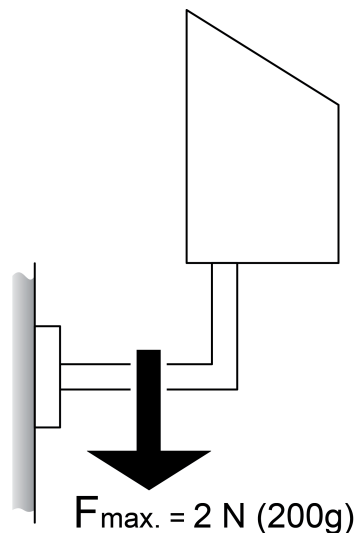

Bild 4: Maximale Last am Winkelarm
- Leitungen für Spannungsversorgung und Busverbindung durch eine der beiden Leitungseinführungen (11) in den Klemmenkasten (3) führen.
- Versorgungsspannung an Anschlussklemme (9) anschließen.
- KNX-Busleitung an Anschlussklemme (10) anschließen.
- Anschlussstecker des Sensorkopfes (1) an Sensorklemme (8) im Klemmenkasten (3) anschließen.
- i** Der Winkelarm (2) kann beim Schließen des Klemmkastens brechen. Nicht den Winkelarm als Hebel benutzen (Bild 4).